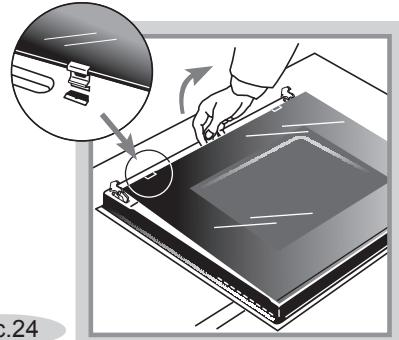

Рис.24
- Чтобы помыть стекла дверцы со всех сторон, **внутреннее стекло можно легко снять**. Для этого потяните за край стекла, как показано на рис. 24.